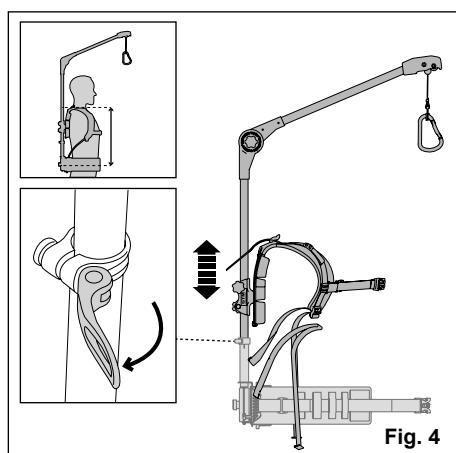

Fig. 4
- Maak de klem los om de ruimte tussen heupen en schouders aan te passen (Fig. 4). Maak de klem vast om de gewenste positie te behouden. Zorg ervoor dat er een overlap is van minimaal 4.5 cm tussen de buizen.